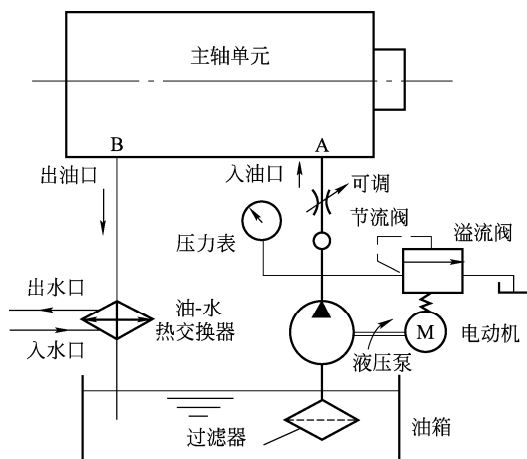

图 1-4 电主轴油-水热交换系统
(2) 电主轴的冷却和轴承的润滑 电主轴最突出的问题之一就是内装式高速电动机的发热问题，这与一般主轴部件不同。因为电动机安装在主轴的两支撑轴承的中央，所以电动机的发热会直接影响主轴轴承的工作精度，即影响主轴的工作精度。解决的办法之一就是在电动机定子的外面加一带螺旋槽的铝质冷却套。机床工作时，冷却油-水不断地在该螺旋槽中流动，从而把电动机放出的热量及时带走。冷却油-水的流量可根据电动机放出的热量计算确定。图 1-4 所示为电主轴的油-水热交换系统。